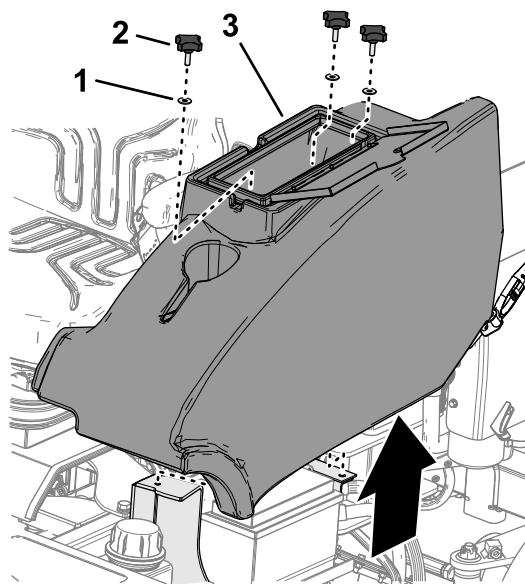

Figura 45
1. A sinistra della pedana dell'operatore, aprite lo sportello del vano portaoggetti (Figura 45).
2. Rimuovete le 3 manopole e le 3 rondelle che fissano il vano portaoggetti alla macchina, e rimuovetelo (Figura 45).